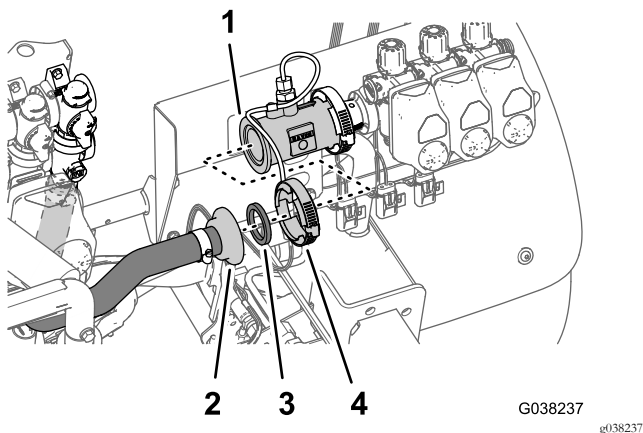

Рисунок 55
5. Совместите фланцевый штуцер типа «елочка» шланга расходомера и прокладку, снятую при выполнении пункта 3 в разделе Демонтаж расходомера с клапанных коллекторов \(страница 12\), с фланцем на впуске расходомера (Рисунок 55).
6. Прикрепите шланг расходомера к расходомеру при помощи хомута (Рисунок 55), снятого при выполнении пункта 1 в разделе Демонтаж расходомера с клапанных коллекторов \(страница 12\).